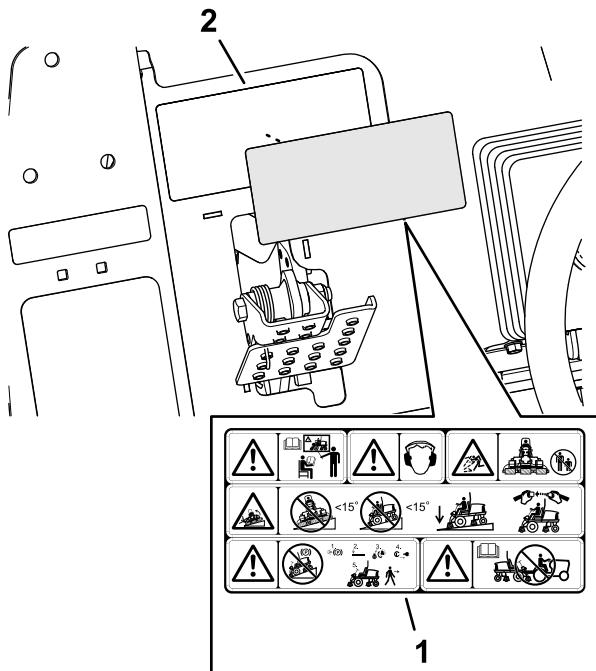

Figure 40
1. Avec de l'alcool à friction et un chiffon propre, nettoyez la surface de l'autocollant de sécurité 133-2930 et laissez sécher l'autocollant (Figure 40).